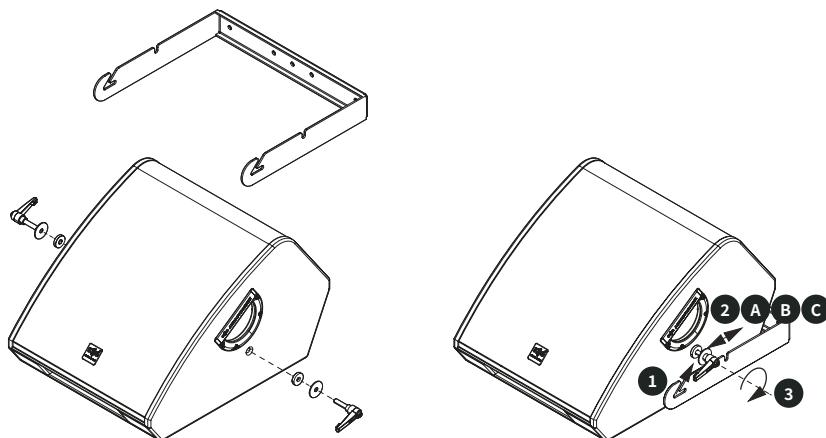

图8. 将SMX 12UB U型架安装到SMX 12A音箱上。注意区分不同应用场景所使用的三个卡槽位置。
11. 使用**SMX 12A**两侧的把手将音箱抬起，并将U型架与支撑杆固定，详见图8